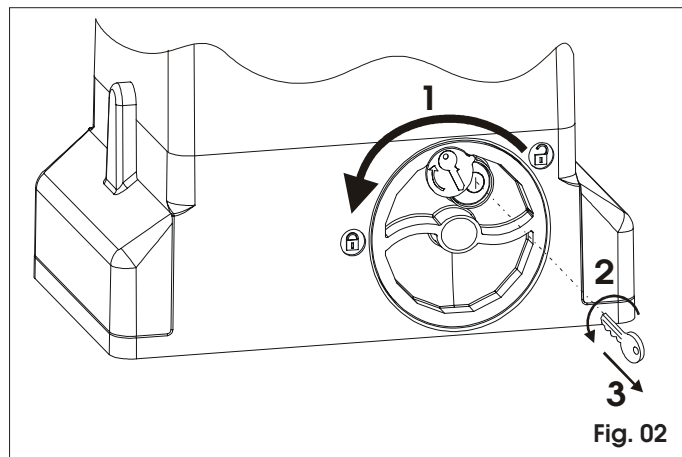

Fig. 02
- 1) Draai het ontgrendelsysteem tegen de klok in tot de aanslag, Fig.02 ref.1.
- 2) Draai de sleutel tegen de klok in en haal hem uit het slot, Fig. 02, ref. 2 en 3.